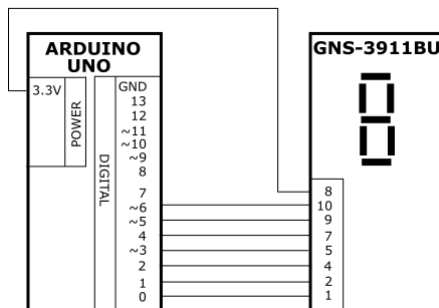

Рис. 1 Подключение семисегментного индикатора к ARDUINO
- 1) По принципиальной электрической схеме (рис. 1) определить выводы цифрового порта, к которым подключен семисегментный индикатор.